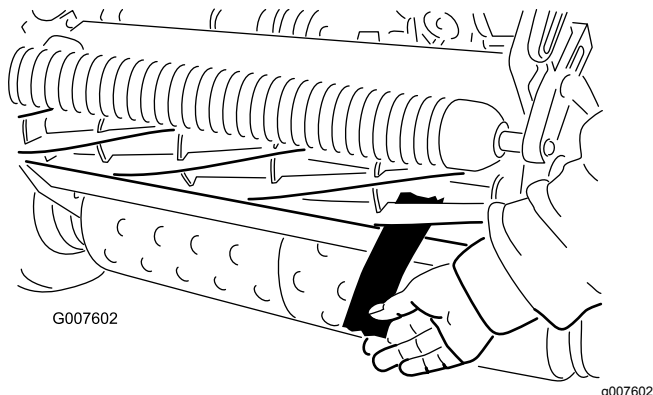

Figure 53
12. Contrôlez la performance de coupe en insérant une longue bande de papier de performance de coupe entre le cylindre et la contre-lame, perpendiculairement à la contre-lame (Figure 53). Faites tourner lentement le cylindre en avant ; il devrait couper le papier.